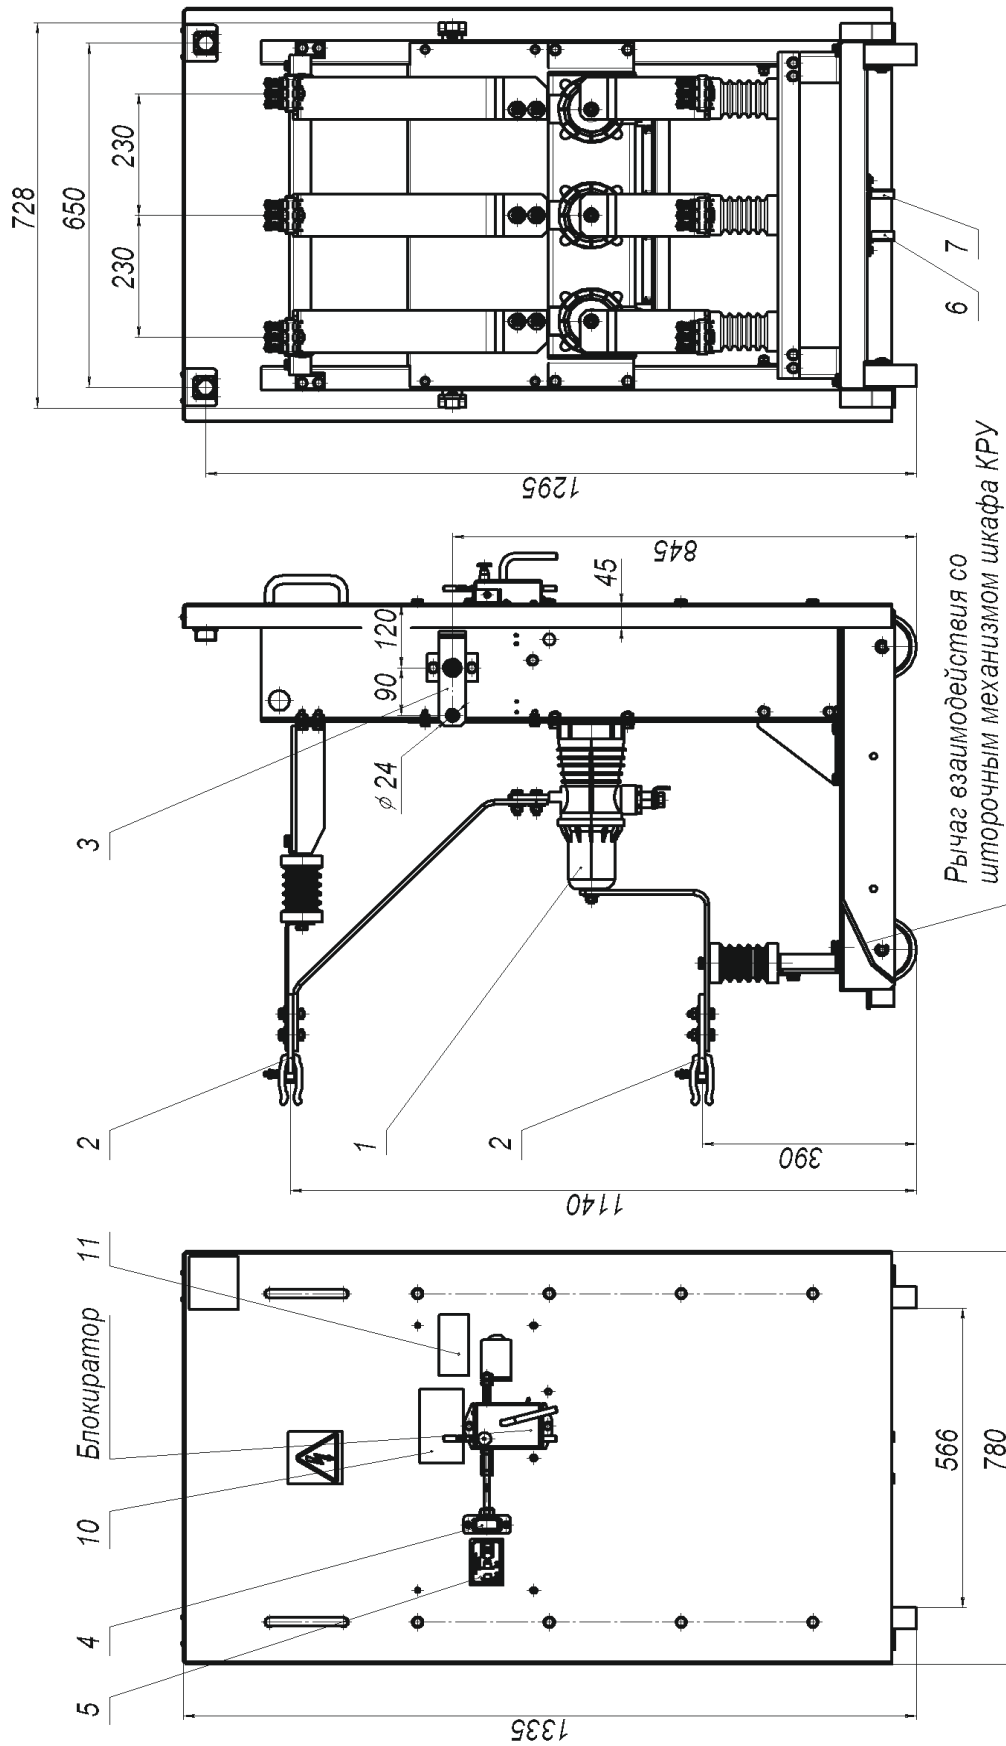
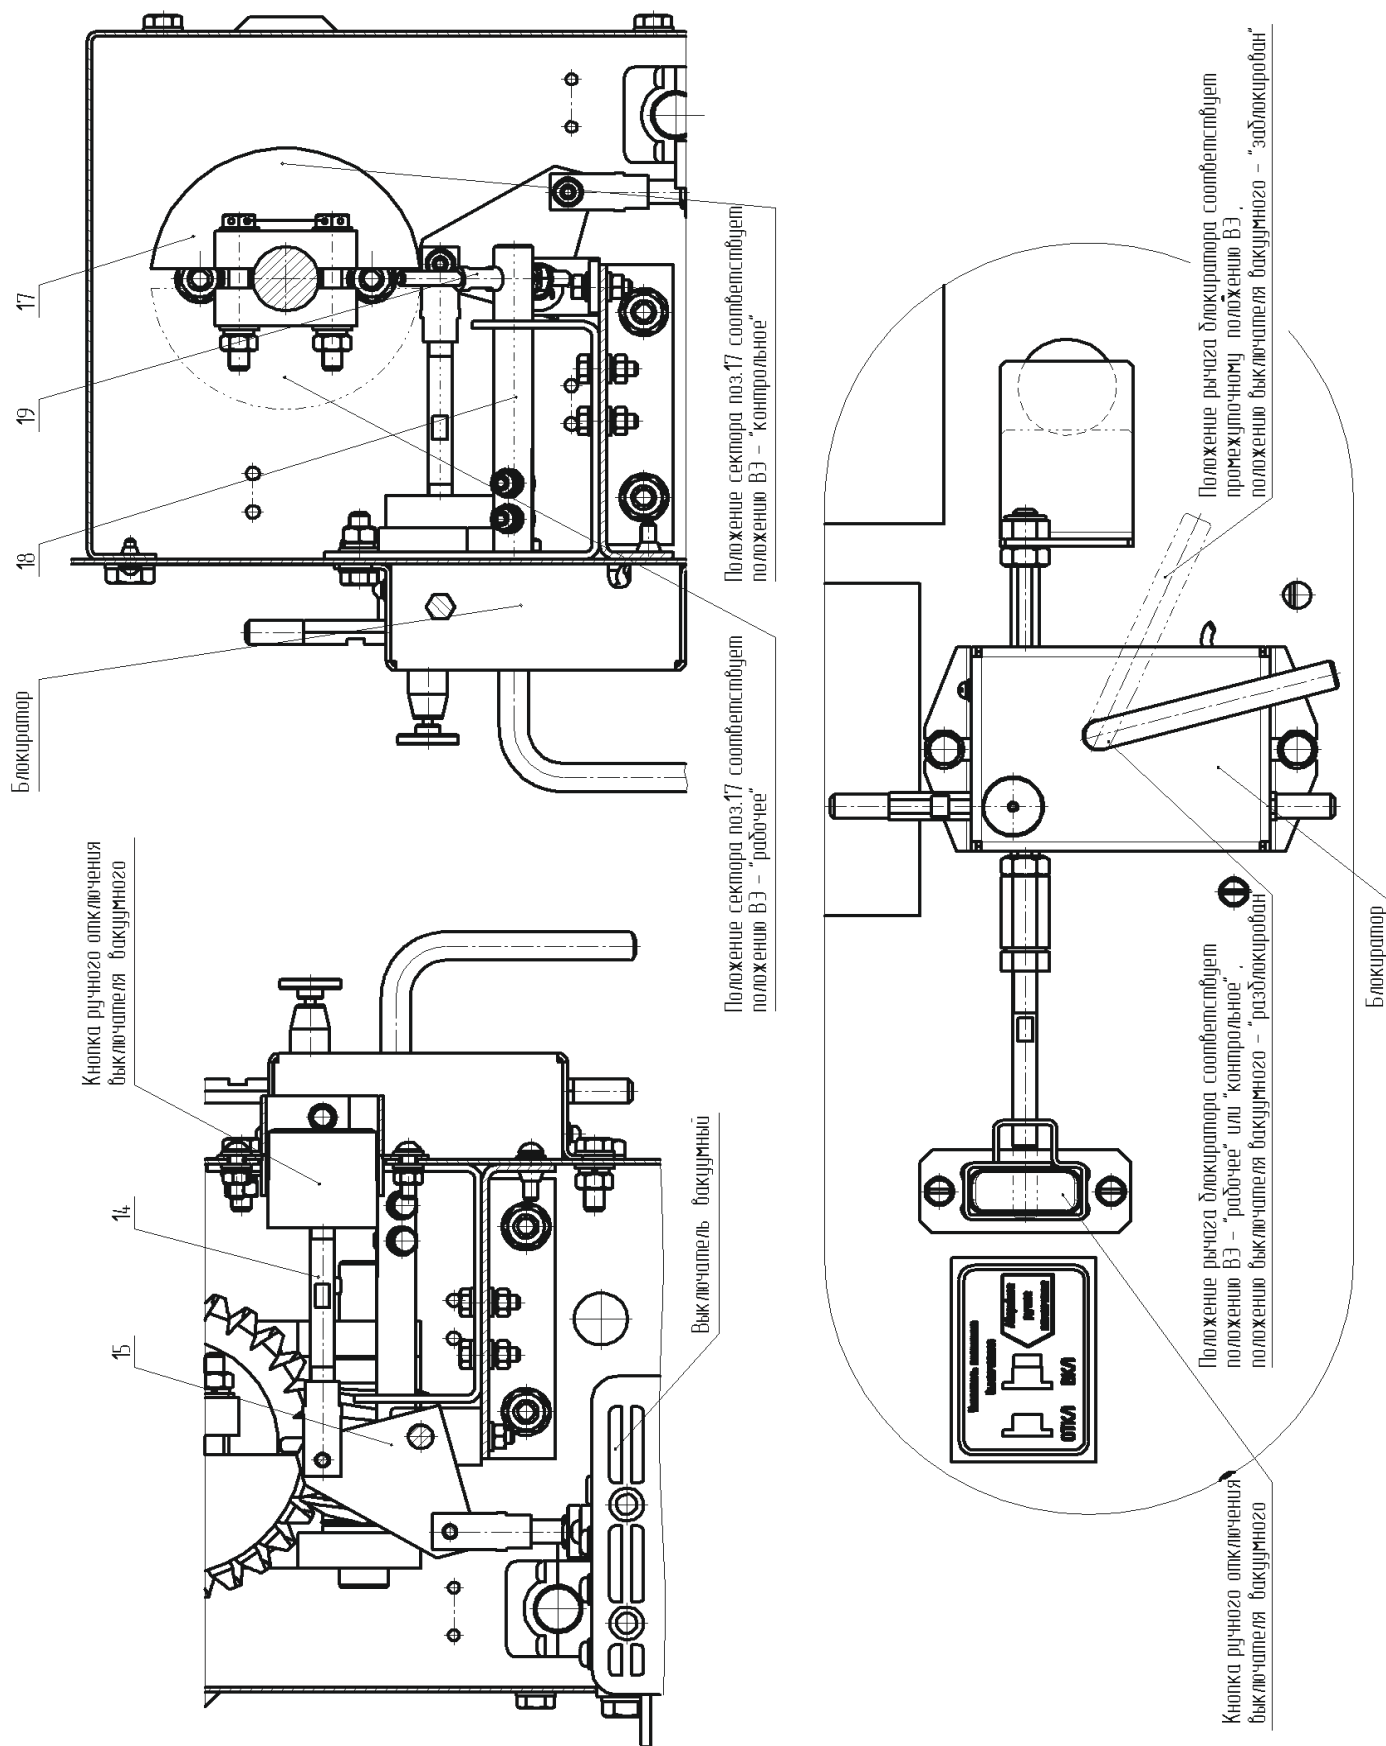

Рисунок 1
Рисунок 2
ВЭ (рис. 1) представляет собой сборную конструкцию, отдельные детали и узлы которой крепятся между собой болтовыми соединениями, на которую установлен вакуумный выключатель ВВ/TEL ISM15_LD_1(45) поз.1 с элементами главных цепей поз.2. На ВЭ установлен привод перемещения из контрольного положения в рабочее и обратно поз.3 (см. рис.1), рычаги для взаимодействия со шторочным механизмом шкафа, контакты заземления выкатного элемента поз. 6 и 7. На листе фасадном установлены блокиратор, кнопка ручного отключения ВВ поз. 4, таблички указательные поз.5, 10, 11 (см. рис.1). Для обеспечения электрической блокировки установлен микропереключатель (входящий в состав блокиратора)
Блокировка не дает перемещать ВЭ из одного положения в другое при включенном вакуумном выключателе, размыкает цепь включения выключателя и обеспечивает механическую блокировку включения выключателя во время перемещения ВЭ. Реализуется это следующим образом, для вкатывания ВЭ в шкаф КРУ необходимо повернуть ручку блокиратора против часовой стрелки (см. рис. 2), при этом произойдет перемещение тяги блокиратора, в результате будет открыто отверстие в фасадном листе и станет возможным установить рукоятку доводки и начать перемещение ВЭ, одновременно другой тягой будет перекрыт путь для перемещения кнопки ручного отключения ВВ в положение соответствующее ВВ – «включён», что делает невозможным включение ВВ.
Если выключатель включен повернуть ручку блокиратора нельзя, поскольку тяга блокиратора (см. рис.2) упрётся в кнопку ручного отключения ВВ. Чтобы убрать препятствие на пути тяги надо выключить выключатель.
Когда ВЭ находится в положении между рабочим и контрольным тяга блокиратора не может вернуться в исходное положение и тем самым открыть путь для перемещения кнопки ручного отключения ВВ в положение соответствующее ВВ – «включён», поскольку стержень поз.19 (жёстко связанный с механизмом блокиратора) (см. рис.2,3) упирается в сектор поз.17 (см. рис.2,3) установленный на валу привода перемещения (привода доводки). При положении ВЭ соответствующем «рабочее» или «контрольное» сектор поз.17 занимает положение не препятствующее перемещению стержня поз.19, соответственно при воздействии на кнопку блокиратора тяга и ручка блокиратора возвращаются в исходное положение тем самым открывая путь для перемещения кнопки ВВ в положение соответствующее ВВ – «включён», что делает возможным включение ВВ.
На лицевой стороне ВЭ, на фасадном листе (либо на кожухе ВУ) нанесен предупреждающий знак «Опасность поражения электрическим током» (см. рис.1,4). Рядом с кнопкой ручного отключения поз. 4 (см.рис.1) находится табличка (поз.5), указывающая положение выключателя. Над блокиратором (см.рис.1) находится табличка поз.10 с указанием действий по блокированию и разблокированию вакуумного выключателя. Над отверстием для рукоятки доводки (см. рис.1) находится табличка поз.11, указывающая направление вращения рукоятки доводки.
✓ повернуть рычаг блокиратора против часовой стрелки (см. рис.2), при этом произойдет перемещение тяг блокиратора, в результате будет открыто отверстие в фасадном листе и станет возможным установить рукоятку доводки, одновременно другой тягой будет перекрыт путь для перемещения кнопки ручного отключения ВВ в положение соответствующее ВВ – «включён» (это механическая блокировка от включения вакуумного выключателя), синхронно с поворотом рычага срабатывает микропереключатель (встроенный в блокиратор), который размыкает цепь включения вакуумного выключателя (электрическая блокировка);
Кнопка ручного отключения вакуумного выключателя (см.рис.2), выведенная на фасад ВЭ, выполняет функции указателя положения выключателя, если кнопка перекрывает отверстие во фланце — выключатель включен, если отверстие во фланце свободно — выключатель выключен. Табличка поз.5 (см.рис.1) с соответствующими разъяснениями находится рядом с кнопкой.